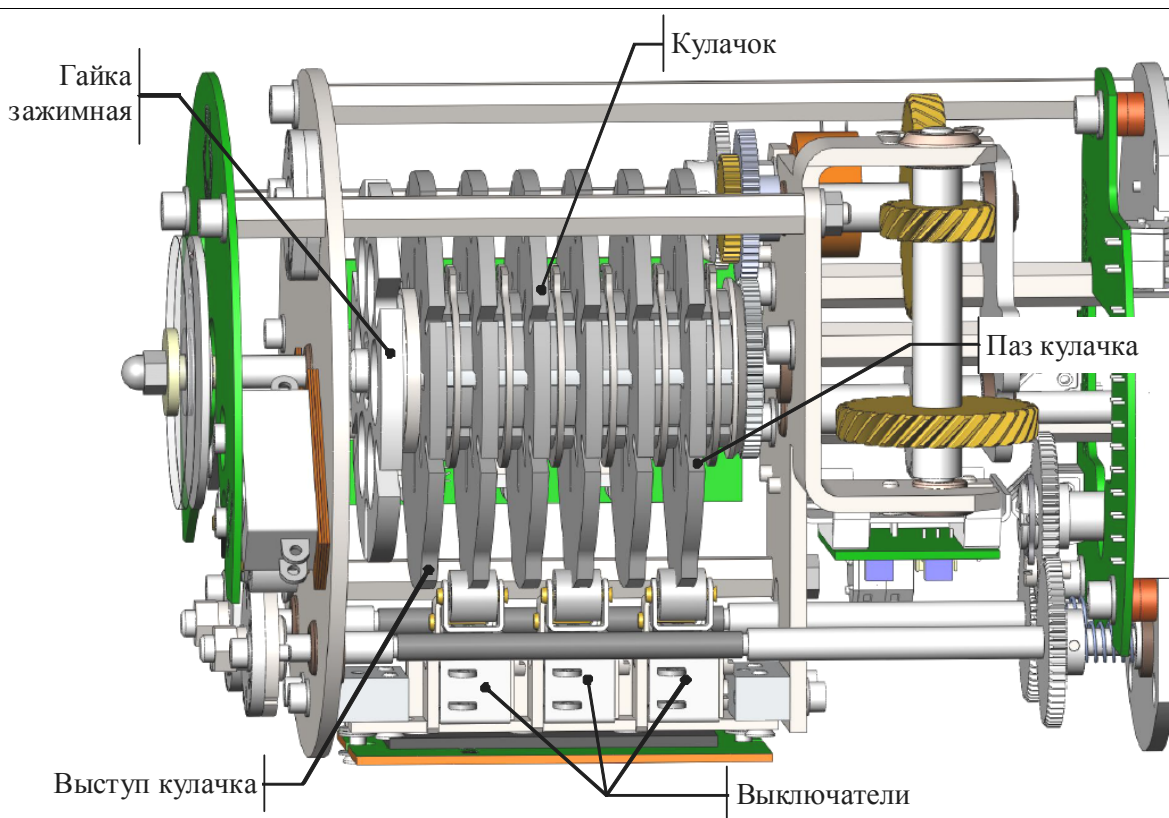

Рисунок 17 – Узел путевых выключателей
При настройке следует учитывать, что кулачки располагаются в следующей последовательности (в направлении от местного указателя, см рисунок 17):
- б) ослабьте гайку зажимную узла путевых выключателей (рисунок 17);
в) ослабьте гайку зажимную узла путевых выключателей (рисунок 17);